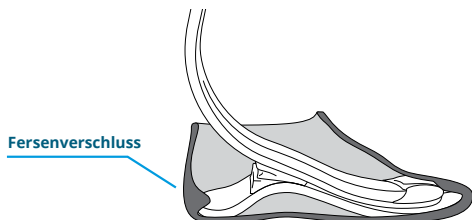

Abbildung 3
- Schieben Sie die Fußhülle über die Ferse nach oben oder führen Sie gegebenenfalls einen Schuhlöffel in die Fußhülle ein und lassen Sie die Ferse mit einem Schuhlöffel in den Fersenverschluss gleiten. Die Ferse muss einrasten (Abbildung 3), damit sie ordnungsgemäß funktioniert und sicher ist.